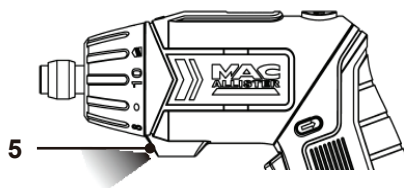

Fig. 12
Lumina de lucru (5) va lumina automat la apăsarea comutatorului de pornire/oprire (2) (Fig.12).